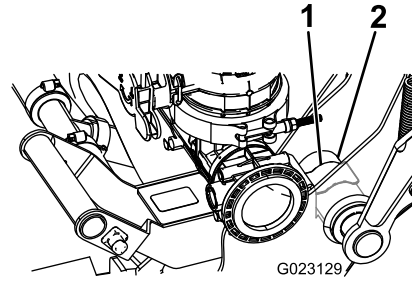

Figura 24
- D. Empuje hasta que el clip de resorte se enganche en el tubo de giro, según se muestra en Figura 24.